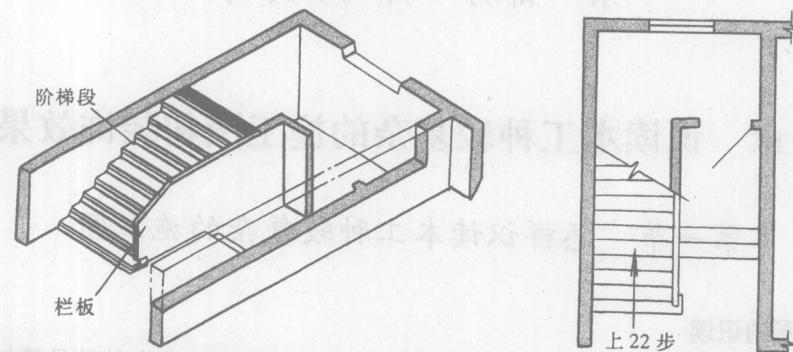

图 1—1 底层楼梯平面图的形式
(1) 楼梯平面图 楼梯平面图是采用略高于地面或楼面处，并在窗口处作水平剖切向下投影而形成的投影图，如图 1—1 所示。